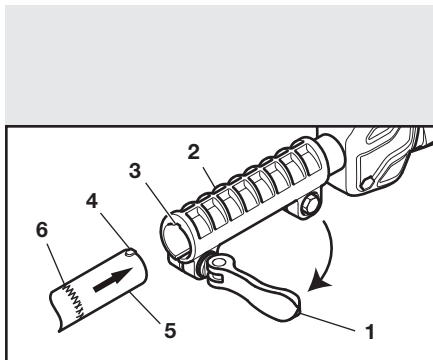

Fig. 1
1. Tirez sur le levier de blocage (1) qui se trouve sur le raccord (2) pour l'ouvrir. Alignez la rainure (3) dans le raccord avec la saillie correspondante (4) à l'extrémité du tube de l'accessoire (5) (Fig. 1).
2. Insérez le tube de l'accessoire dans le raccord jusqu'à ce que le repère d'installation (6) soit vis-à-vis l'extrémité du raccord.